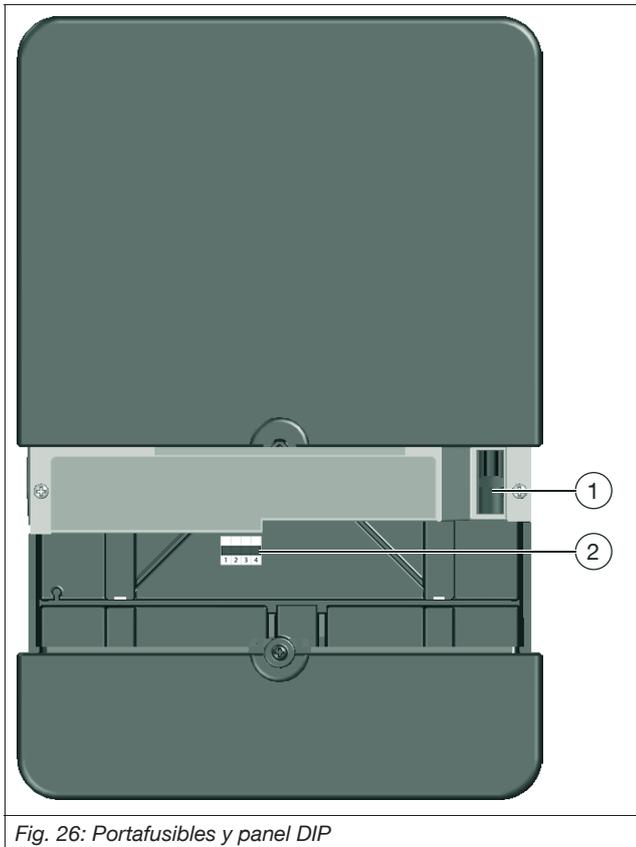

Fig. 26: Portafusibles y panel DIP
i El funcionamiento de emergencia puede activarse y/o desactivarse mediante los interruptores DIP (ver posición (2) en Fig. 26 en página 32).